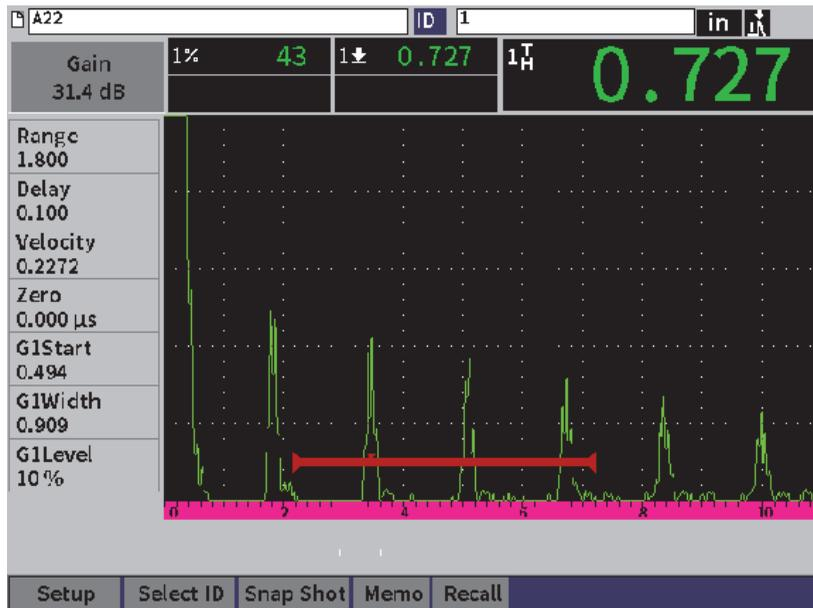

図 9-6 保存済みファイル波形
データをファイルに保存したら、保存されている設定データと波形データを表示できます。波形表示と基本設定パラメータは 1 つの画面に表示され（131 ページの図 9-6 参照）、全設定情報はもう 1 つの画面に表示されます（132 ページの図 9-7 参照）。
3. Enter キーを押して保存された波形と基本設定データを表示します（131 ページの図 9-6 参照）。